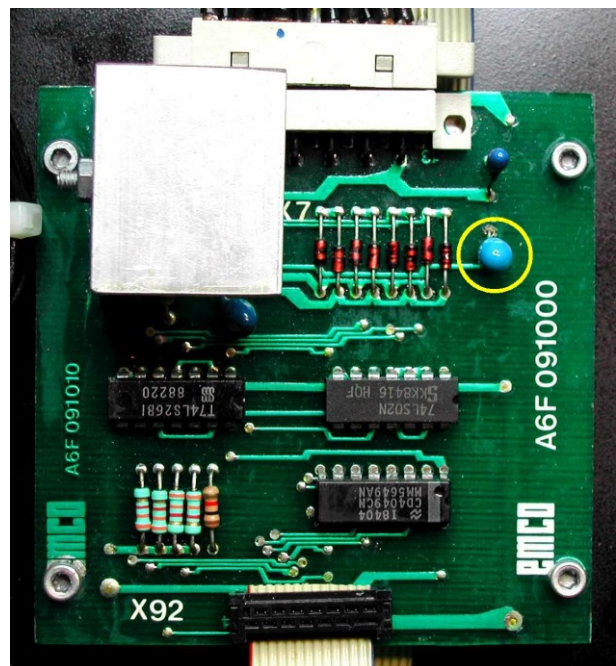

Abb. 2: Defekter Elko
- a) Netzteil von Grundplatte gelöst, auf Unterseite Leiterbahn vom 20-V-Gleichrichter zur Steckerleiste und Draht von Steckerleiste bis zur Leiterplatte A6F verfolgt (Teil der Magnetband-Elektronik). Leiterplatte ausgebaut, Widerstandsmessung zeigt satten Kurzschluß zwischen +20-V-Leitung und Masse. Ursache ist defekter Tantalelko in Tropfenform (Markierung in Abb. 2).